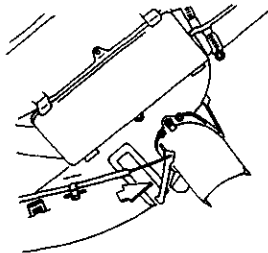

图 5-25 调整脚向风门拉索
- 2) 将仪表板下部挡板及网罩一起移动, 可调整脚向风门拉索, 如图 5-25 所示。